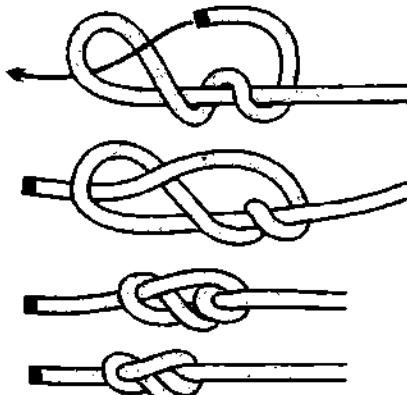
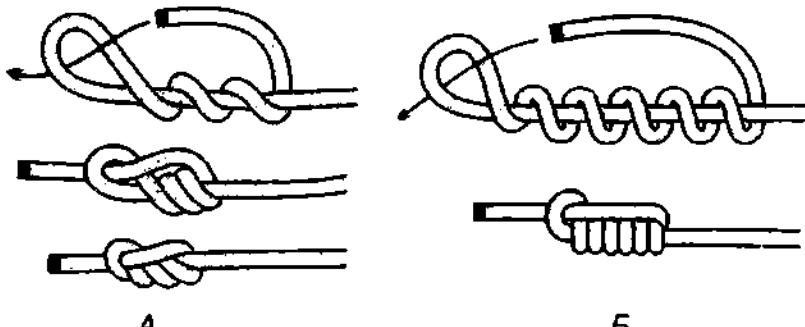

Рис. 88. Стивидорный узел.
Рис. 89. А – стивидорный узел с одним шлагом; Б – стивидорный узел с четырьмя шлагами.
**Стивидорный узел** – это восьмёрка со шлагами, которых у стивидорного узла может быть до 10 и более (рис. 88). Чем больше шлагов, тем более громоздким становится узел, тем меньше он затягивается и тем легче развязывается после использования (рис. 89).